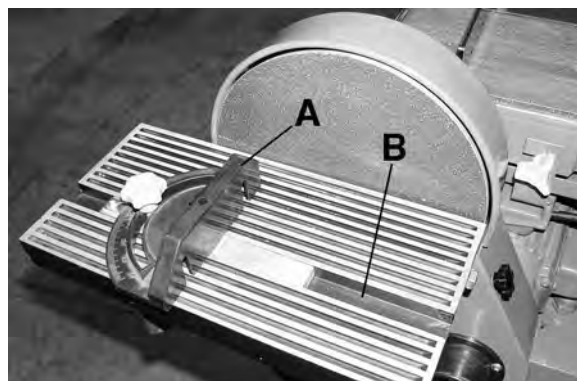

Figure 12
Glissez le guide à onglets assemblé (A) Fig.12 dans la rainure de la table inclinable. Le guide à onglets est maintenant prêt pour l'utilisation.